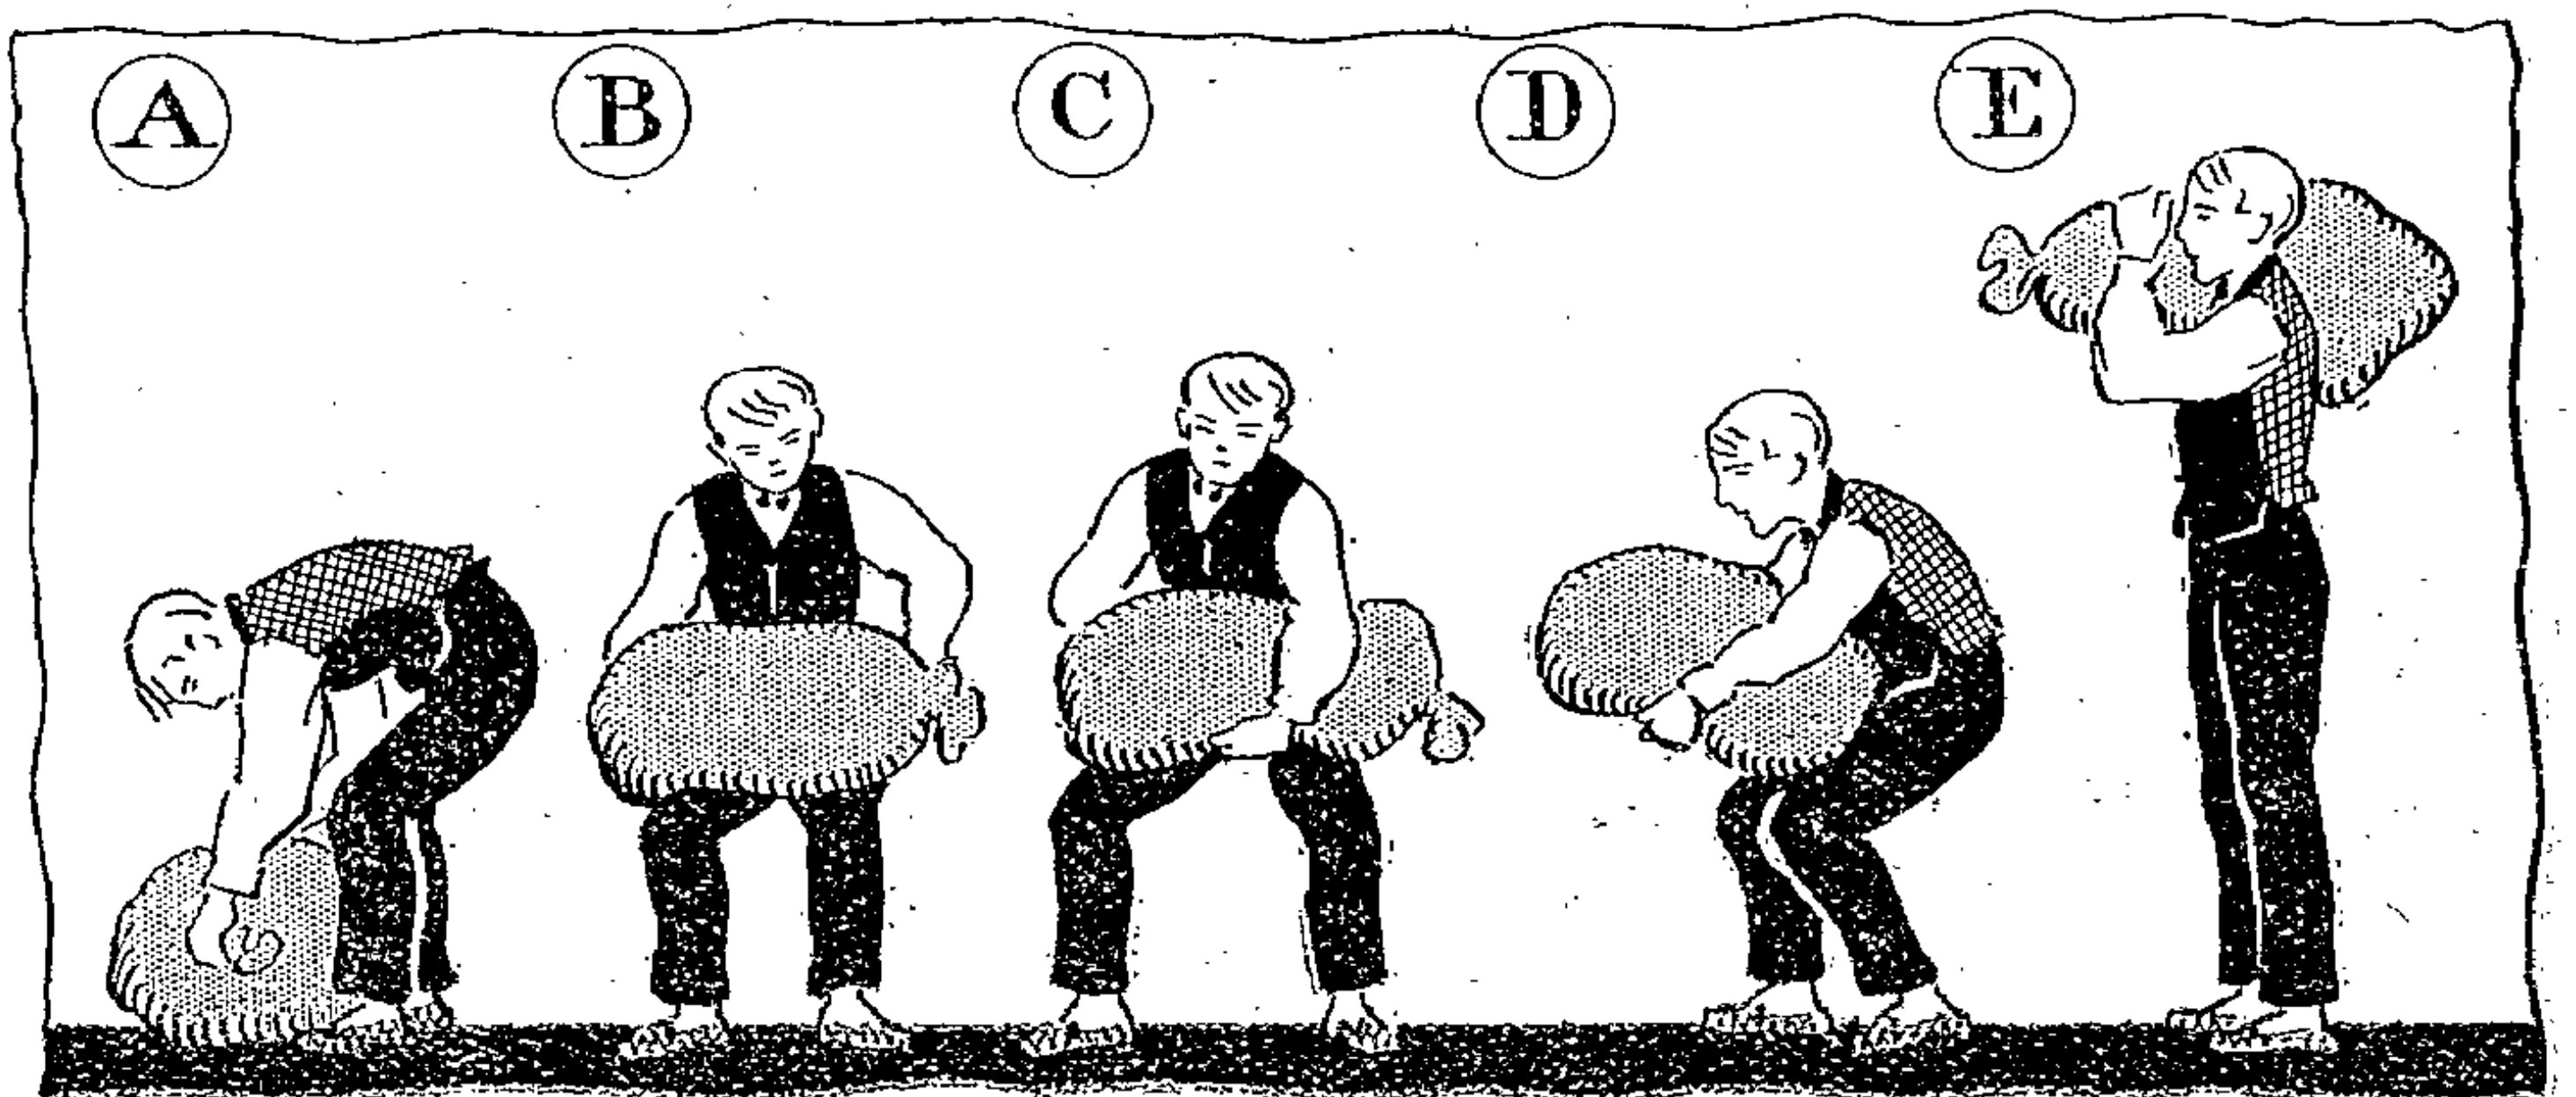

Fig. 84
A) Placer le sac à plat sur le sol, le fond à droite (voir A, fig. 84) ;